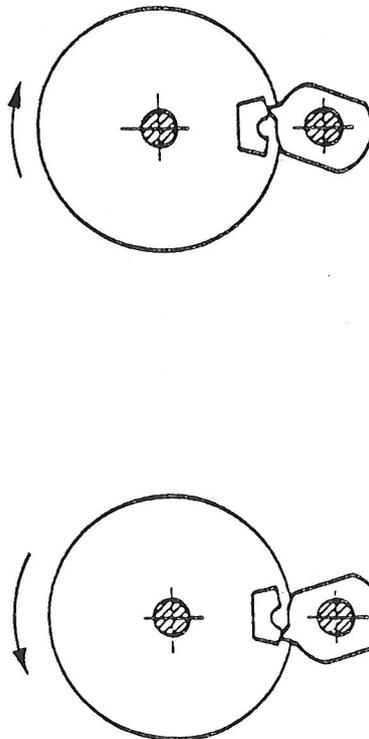

Bild 5.6 Mechanischer Endanschlag
- Schrittmotor in beiden Richtungen auf Anschlag drehen und kontrollieren, ob er gemäß Bild 5.6 sicher blockiert.